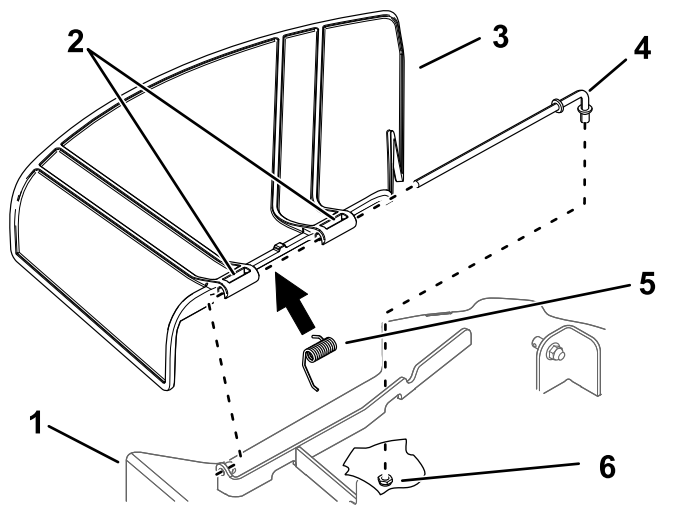

Figura 75
1. Togliete il dado ($\frac{3}{8}$ "") dall'asta sottostante il tosaerba (Figura 75).
2. Estraete l'asta dal distanziatore corto, dalla molla e dal deflettore dell'erba (Figura 75).
4. Riposizionate il deflettore dell'erba (Figura 75).
7. Fate scorrere l'asta attraverso la seconda staffa del deflettore dell'erba (Figura 75).
9. Fissate l'estremità posteriore dell'asta nel tosaerba con un dado ($\frac{3}{8}$ "), come mostrato in (Figura 75).